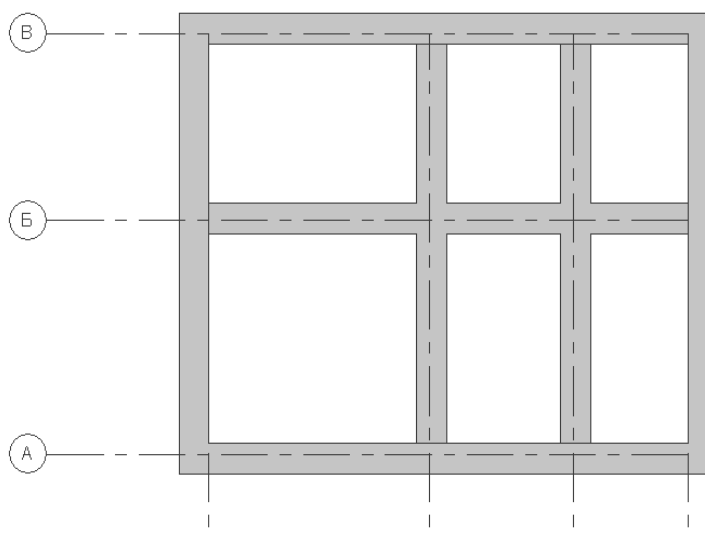

Рис.22
7. Построить внутренние стены цокольного этажа (рис. 22).